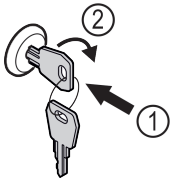

Fig. 122
- Paina avain lukkoon. Fig. 122 (1)
- Kierrä avainta 90° myötäpäivään. Fig. 122 (2)